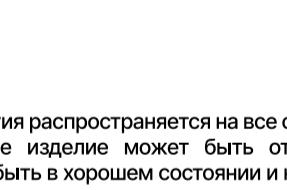

рис. 1
- Направьте сливную трубку кондиционера в приемное отверстие помпы. Подсоедините выпускную трубку 6x9 мм к выходному патрубку и проложите дренажную магистраль до точки окончательного слива, тщательно проверив ее на отсутствие заломов и других препятствий для свободного отвода конденсата (рис. 1).